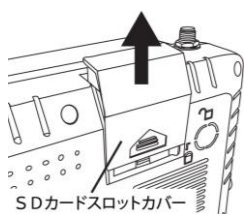

図2
- ①モニター背面のSDカードスロットカバーを上方向に押し上げて取り外してください (図2参考)。
- ①モニターのSDカードスロットへSDカードが挿入されていることを確認してください(図2、3参考)。
- ②『●電源のON/OFF』を参考にし、モニターを起動させてください。